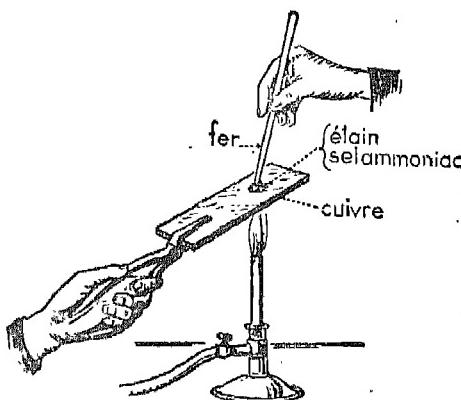

Fig. 3. — La lame de cuivre s'étame, c'est-à-dire se recouvre d'une couche d'étain très mince et très adhérente.
Décappez la surface d'une lame de cuivre en la grattant ou en la frottant. Puis chauffez-la. Conserve-t-elle sa couleur rouge ? Mettez sur la lame chauffée une pincée de sel ammoniaque en poudre. Observez et décrivez. Complétez l'expérience comme l'indique la figure 3.
2. Ajoutons une pincée de sel ammoniac à la poudre et, avec une baguette en fer ou en cuivre, étalons à la fois le sel et l'étain liquide (fig. 3) :